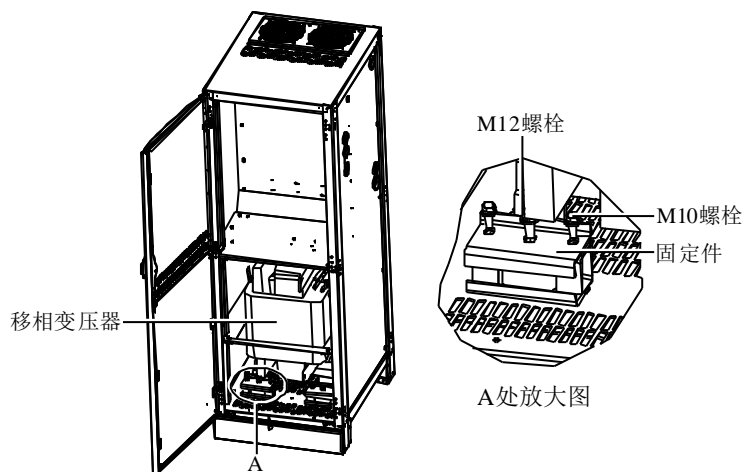

图10 拆除移相变压器固定件
2. 移相变压器底部前后侧各 2 个固定件，共 4 个。分别拆下各固定件两侧 2 个 M10 螺栓和中间 1 个 M12 螺栓，参见图 10 所示。拿下 4 个固定件，然后将拆下的 4 个 M12 螺栓装回原位。